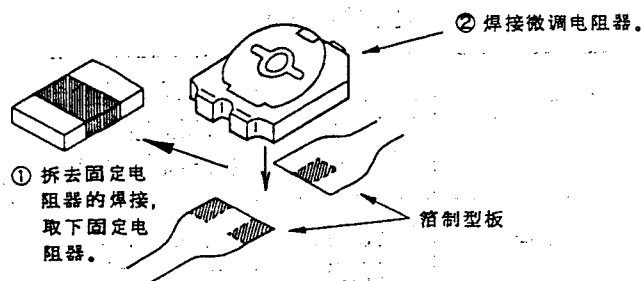

图2-29
1. Hi-Fi音频电路可以不用电位器而用固定电阻器。因此,调整Hi-Fi音频电路时,需要用微调电阻器暂时代替这些固定电阻器,其要领如图2-29所示。